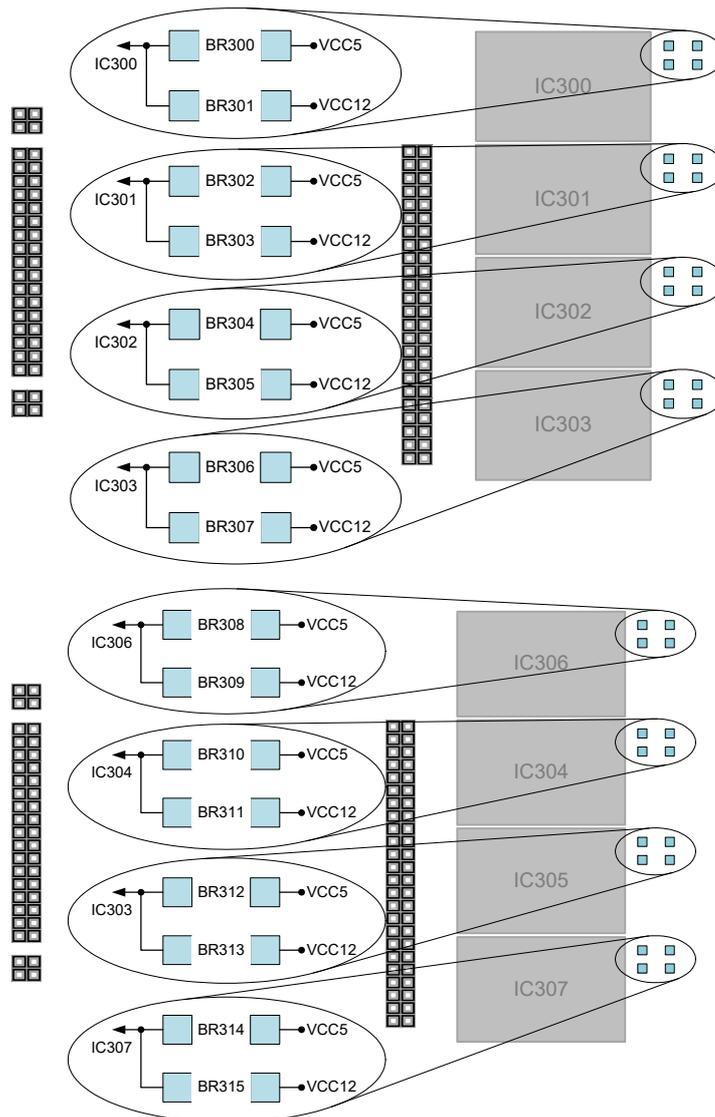

Abb. 4-1 Lage der DC/DC-Wandler und der Lötbrücken am Steckplatz 1 (oben) und 2 (unten)
Für ein PB1652LAMBDA.1-B/C-Modul in Steckplatz 1 müssen IC300 und IC301 bestückt werden, für Steckplatz 2 muss IC306 und IC304 bestückt werden (siehe Abb. 4-1).
- Für das zweite PB1652LAMBDA.1-B/C-Module müssen die Lötbrücken BR309 und BR311 geschlossen werden (Abb. 4-1).